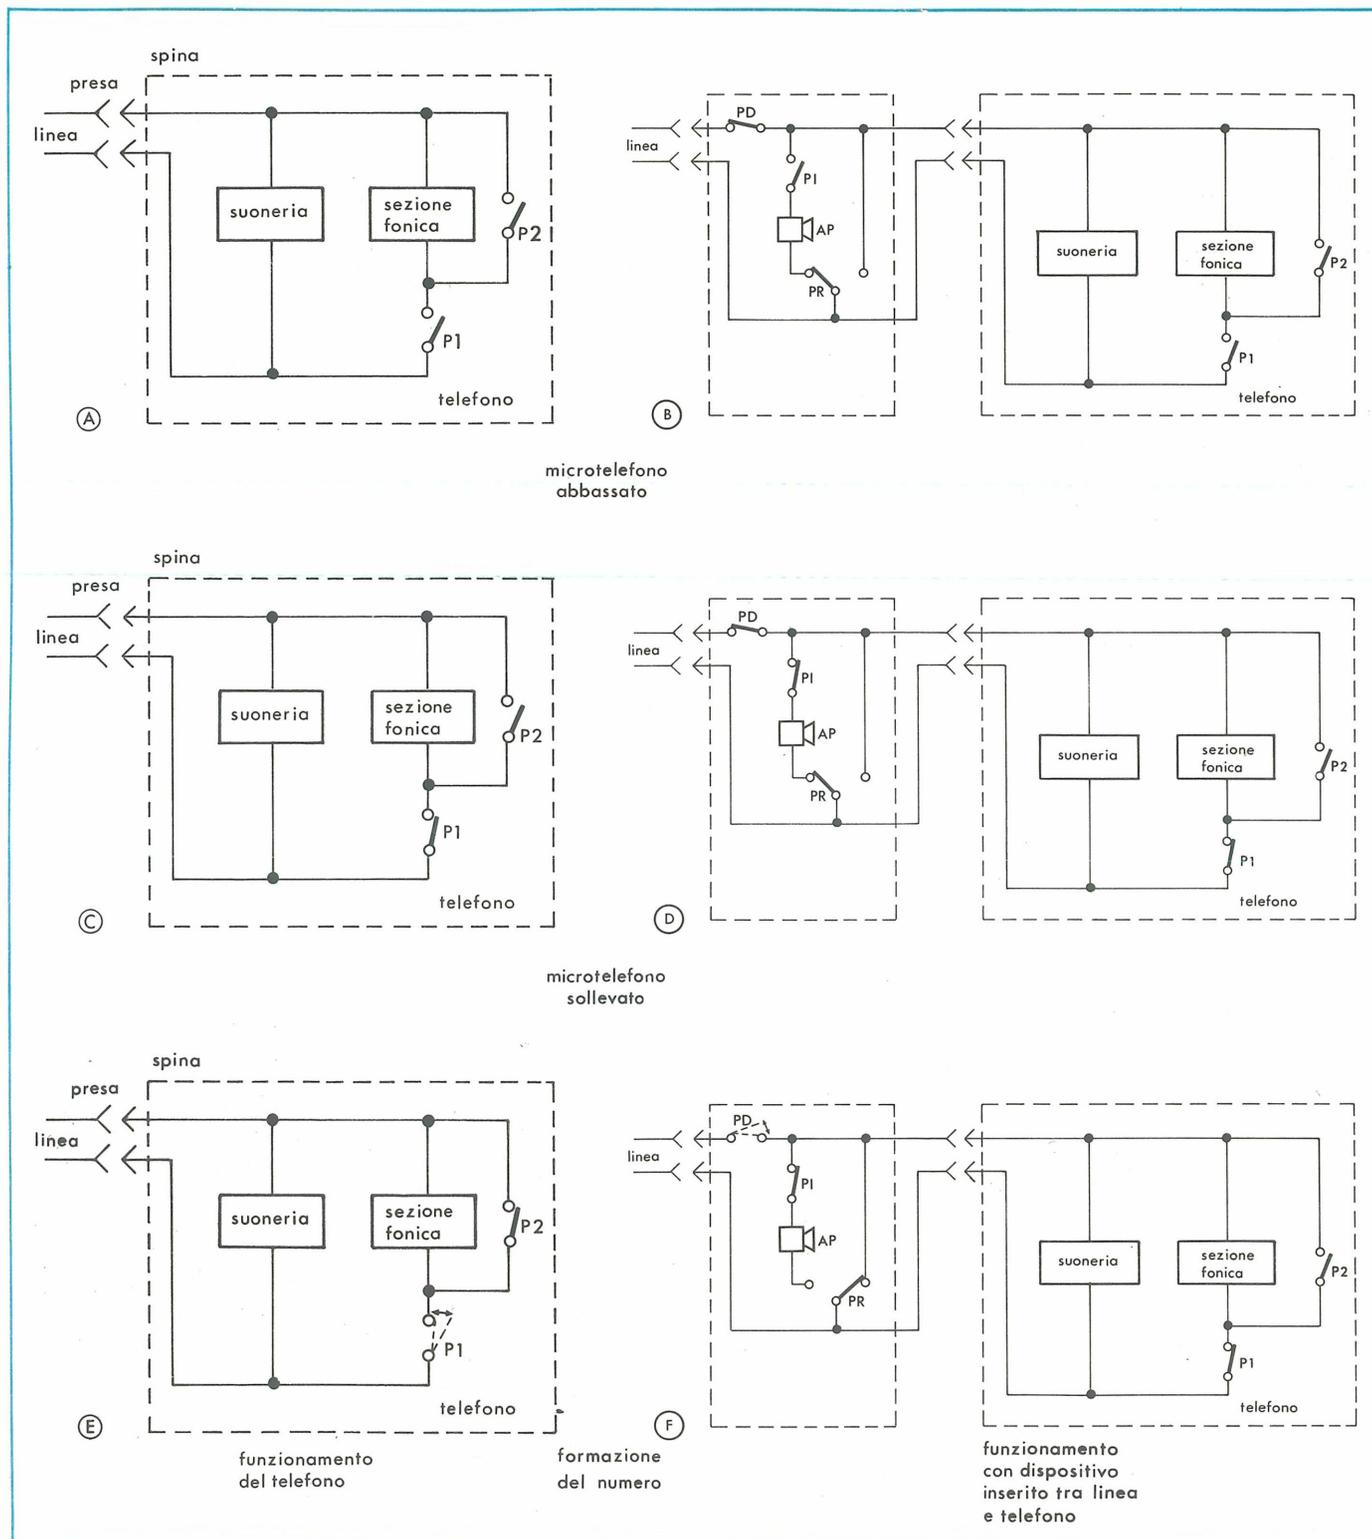

Figura 4 - Funzionamento del telefono.
In A, C ed E di Figura 4 si possono vedere i tre possibili stati del telefono, mentre in B, D ed F come sono realizzati con un dispositivo esterno collocato tra linea e apparecchio telefonico. PD e PR sono due pulsanti aggiuntivi inseriti nel dispositivo. AP è un amplificatore telefonico che si inserisce in linea
gio in B, D ed F di Figura 4. D1, D2, D3 e D4 esplicano una funzione esclusivamente protettiva. Infatti, anche ammettendo che vengano scambiati tra loro i due capi del doppino telefonico, essi provvederanno a fornire le giuste polarità al dispositivo, che di per sé è polarizzato facendo uso di transistori.
- 1) Il bit D0 della porta 2 viene portato a livello logico 1 allo scopo di chiudere l'interruttore elettronico PD costituito dai due transistor TR1-TR2. Il telefono è ora connesso con la linea telefonica (stato B di Figura 4).